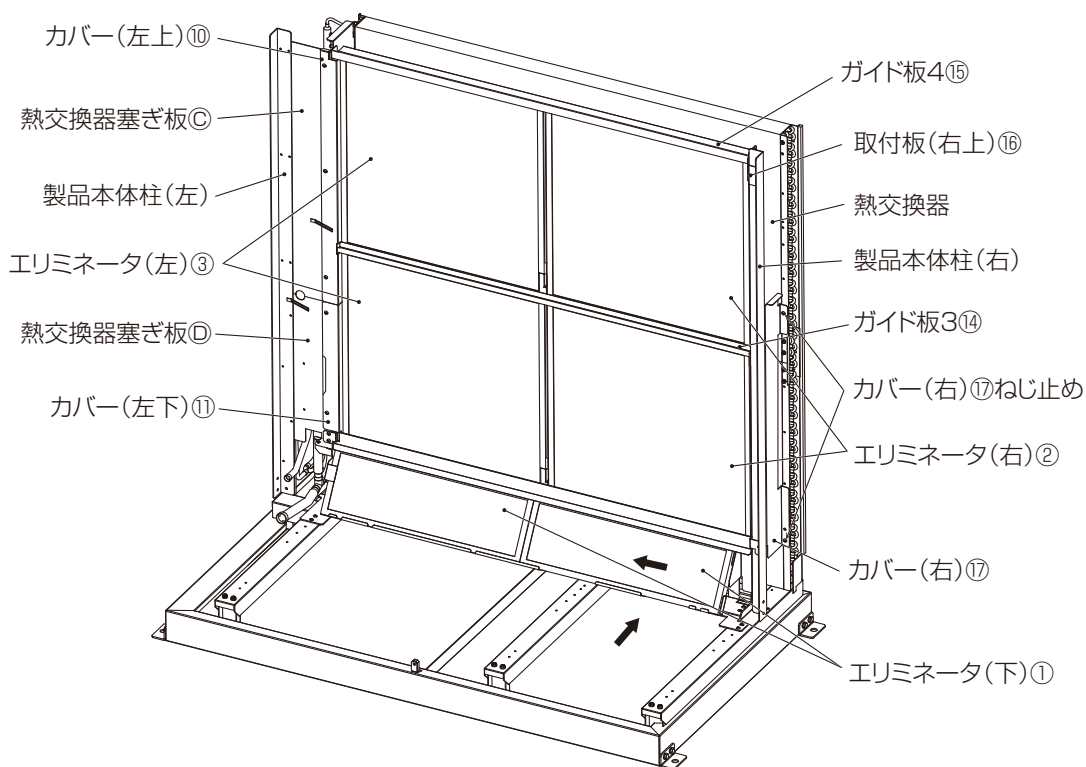

図 9
9. 4-1 で組合わせたエリミネータを取付けたガイド板 2 ⑬に沿って製品本体右側から取付けてください。（図 9）
10. 4-1 で組合わせたエリミネータを取付けたガイド板 3 ⑭に沿って製品右側から取付けてください。
11. 図 9 のようにエリミネータ（下）①をガイド板 1 ⑫とガイド板 2 ⑬の右側からはめ込み左側へスライドさせ、もう 1 枚のエリミネータ（下）①をガイド板 1 ⑫とガイド板 2 ⑬の右側にはめ込み取付けてください。